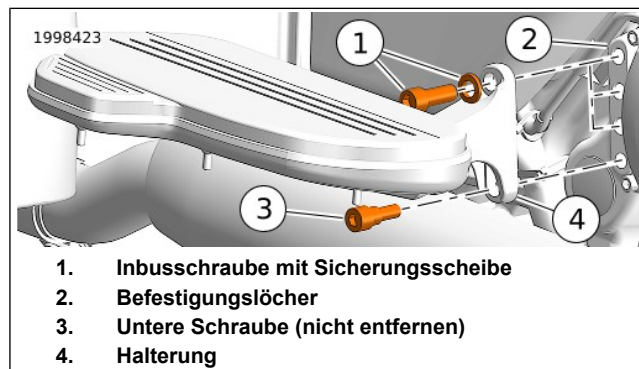

Abbildung 78. Soziustrittbrett
1. Siehe Abbildung 78. Die Inbusschraube mit der Sicherungsscheibe (1) von der Oberseite der Trittbretthalterung (3) entfernen.